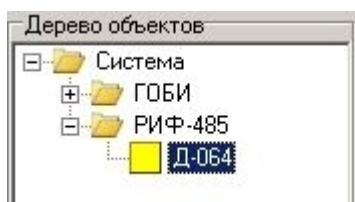

Рис. 4
2. Выбранный объект будет выделен. Пример выбранного датчика Д-064 приведен на рис. 4.